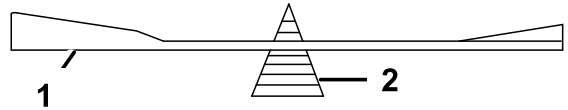

Figura 118
- Verifique el equilibrio de la cuchilla colocándola sobre un equilibrador de cuchillas (Figura 118).